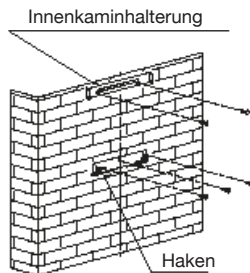

Abb.3
1. Zeichnen Sie einen vertikalen Strich an die Wand, mittig in Bezug auf das Kochfeld. (Abb. 3)
3. Bohren Sie 2 Löcher und stecken Sie 2 Dübel für die Innenkaminhalterung ein (Abb. 3).
5. Schrauben Sie die Innenkaminhalterung mit 2 Schrauben an der Wand fest. Achten Sie auf eine horizontale Ausrichtung. (Abb. 3)
— Berechnen Sie die endgültige Höhe, um die U-Lasche als Kaminhalterung zu befestigen (Abb. 3).
— Bohren Sie die 2 Löcher von 8 mm und befestigen Sie die Kaminhalterungslasche, wobei darauf zu achten ist, dass sie korrekt in der Achse der Dunstabzugshaube liegt (Abb. 3).
- Berechnen Sie die endgültige Höhe, um die Kaminhalterungslasche zu befestigen (Abb. 3).
- Bohren Sie die 2 Löcher von 8 mm und befestigen Sie die Kaminhalterungslasche, wobei darauf zu achten ist, dass sie korrekt in der Achse der Dunstabzugshaube liegt (Abb. 3).